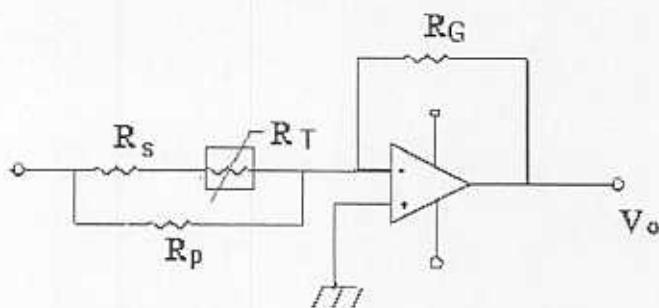

Figura 2
2. Sea un termistor con una resistencia de $30 \text{ K}\Omega$ a 25°C y $B=4000 \text{ K}$ que se introduce en un montaje amplificador como el de la Figura 2. Se deben determinar los valores de las resistencias R_s , R_p y R_G , para obtener ganancias de $-0,46$, 0 , y $0,41 \text{ dB}$ a las temperaturas de 15° , 25° y 30°C respectivamente. ¿Presenta una respuesta lineal el sistema? En caso de que no sea así, proponga un método de linealización. Si en lugar de un termistor se utiliza una PT100 de platino, ¿sería otra la respuesta?.